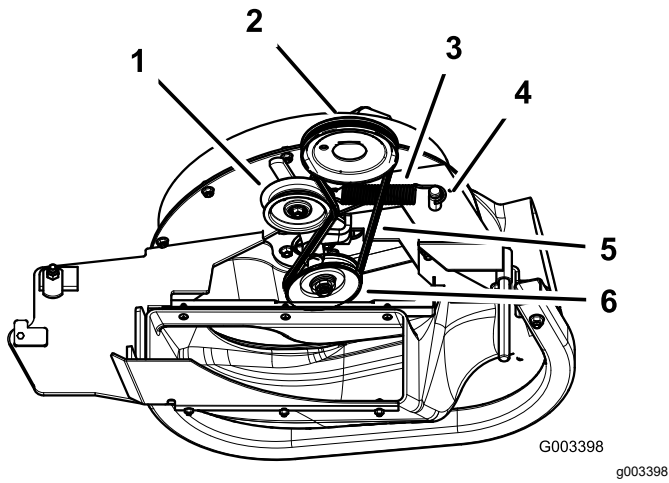

Bild 58
4. Ziehen Sie an der gefederten Spannscheibe, um die Riemenspannung zu lösen (Bild 58).
6. Legen Sie den neuen Riemen um die Riemenscheibe am Gebläse (Bild 58).